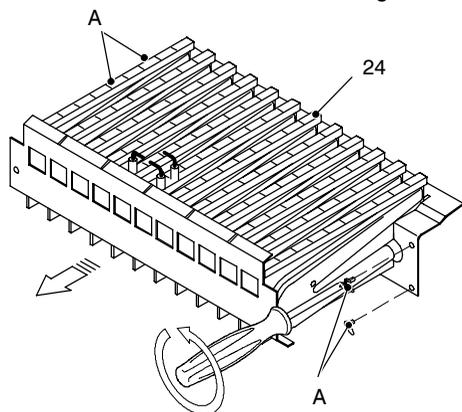

fig. 8.1
- 3 Togliere il pannello anteriore della camera di combustione ed il bruciatore 24 in fig. 8.1